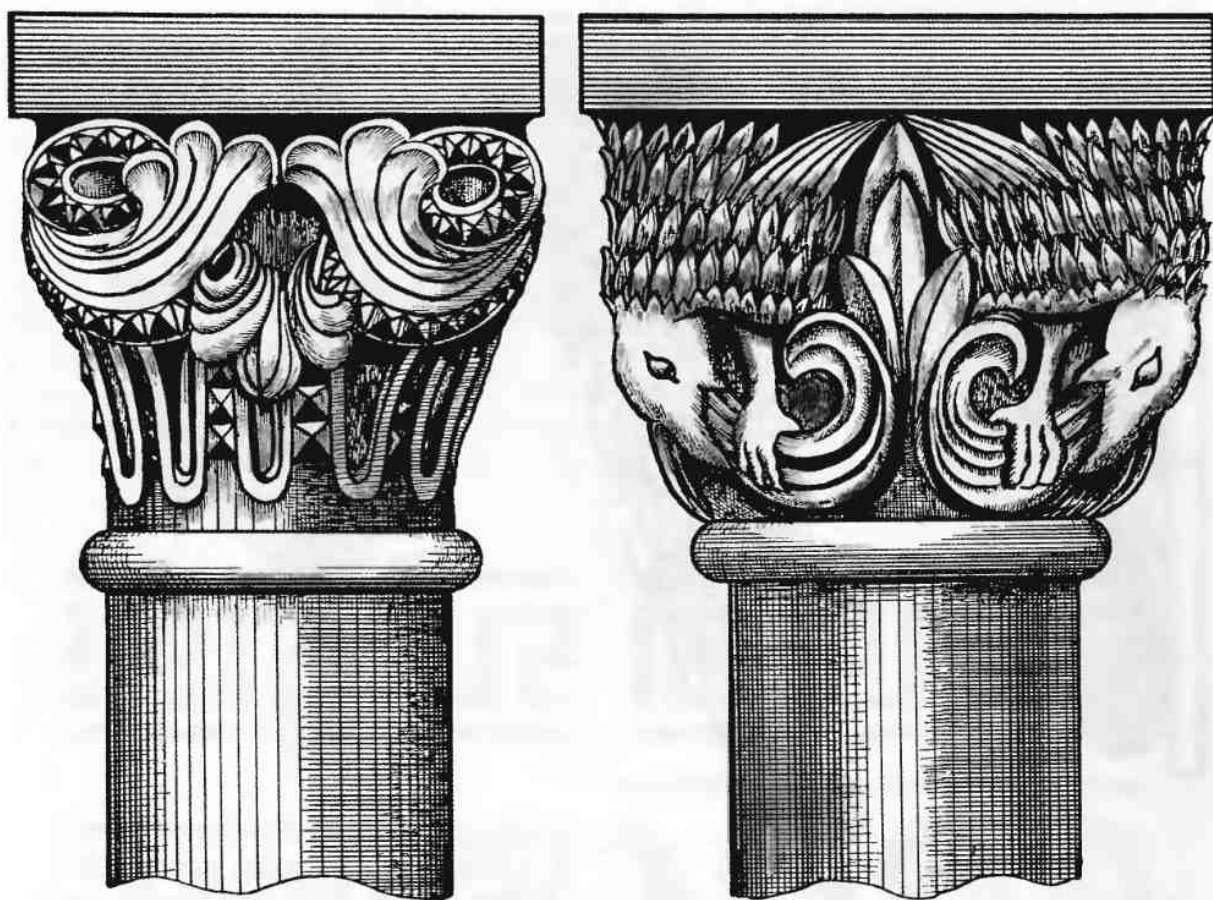

Рис. 580. Капители римских колонн
**Колонна** — суживающаяся кверху гладкая, ребристая (с каннелюрами) или резная опора. Может быть круглой и четырехгранной, а также иной формы. Имеет членение: база, ствол, капитель (рис. 580).